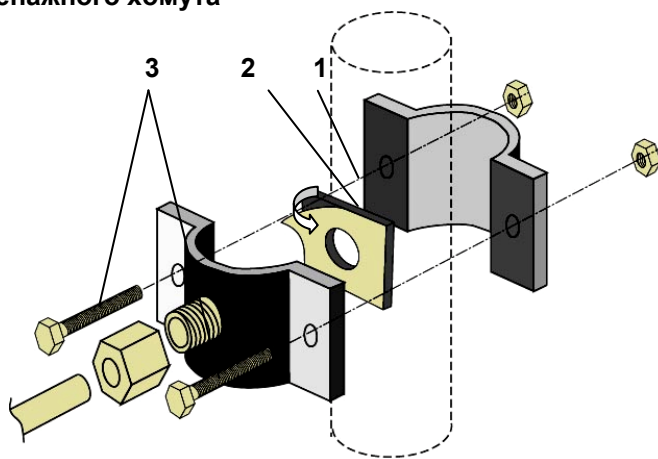

Рисунок 4
10. Дренажный хомут (рис. 4)	1 шт.